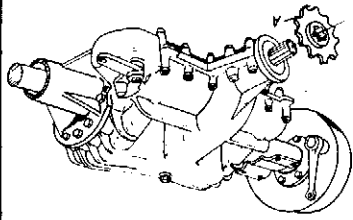

Abb. 36
70. Nachlauf zu groß = Zähnezahl des Ausgleichkettenrades "A" (Abb. 36) erhöhen. Läuft Streuer gegen Schleppeur = Zähnezahl kleiner.
70. If lag is too great: increase number of teeth on chain sprocket 'A' (Fig. 36); if spreader runs up against tractor: reduce number of sprocket teeth.
70. Si le retard est trop important = augmenter le nombre de dents du pignon de régage "A" (fig. 36). Si l'épandeur s'approche du tracteur = réduire le nombre de dents.
70. L'incidenza è troppo elevata = aumentare il numero di denti della ruota della catena di compensazione "A" (fig. 36); se il distributore si avvicina al trattore = ridurre il numero dei denti.
70. Naalng te groot = aantal tanden van het compensatietekettingrad "A" (fig. 36) verhogen.